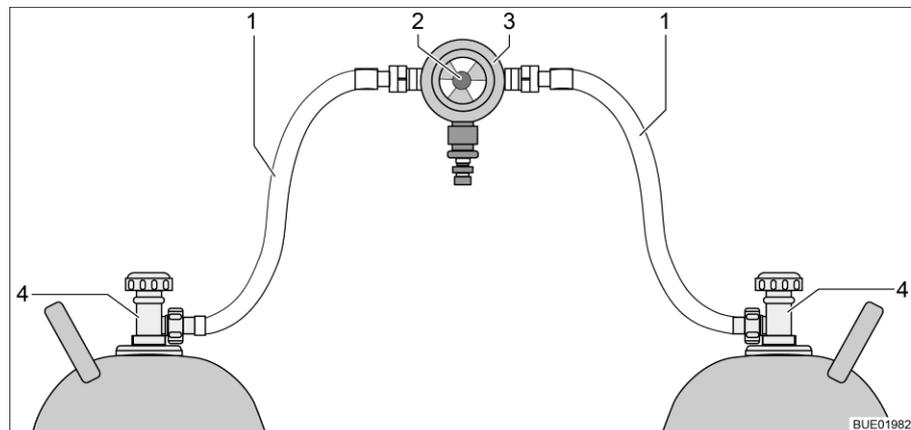
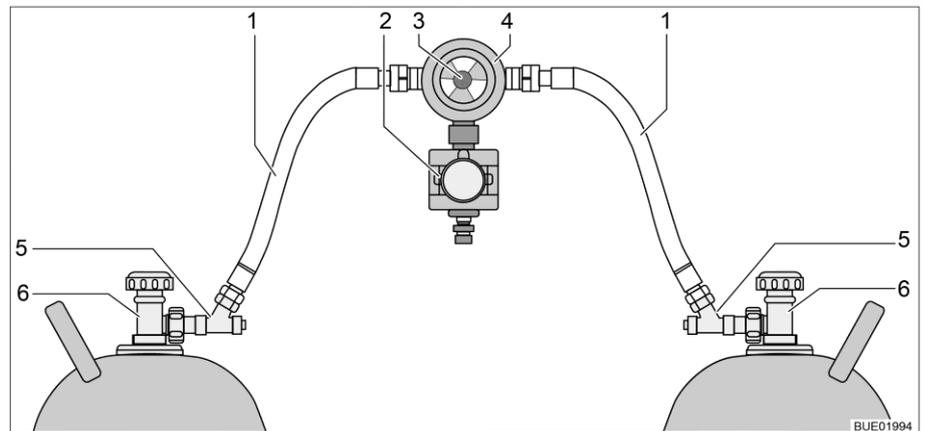

Fig. 173 Instalación de conmutación de bombonas de gas
Fig. 174 Instalación de conmutación de bombonas de gas con CPU
La instalación de conmutación de bombonas de gas consiste de un regulador de presión de gas combinado, con válvula selectora e indicador (Fig. 173,3). La instalación de conmutación de bombonas de gas está montada entre las dos gomas del gas (Fig. 173,1).
La instalación de conmutación de bombonas de gas consiste de un regulador de presión de gas combinado, con válvula selectora e indicador (Fig. 174,4) y una electroválvula (Fig. 174,2). En caso de una frenada a fondo, un accidente o una extrema posición inclinada, la electroválvula bloquea el suministro de gas al vehículo. La instalación de conmutación de bombonas de gas está montada entre las dos gomas del gas (Fig. 174,1) con dispositivos de seguridad en caso de rotura de manguera (Fig. 174,5).
Con el botón giratorio (Fig. 173,2 ó bien Fig. 174,3) en la instalación de conmutación de bombonas de gas se puede determinar cuál de las bombonas de gas se utilizará como bombona de servicio y cuál bombona de gas como bombona de reserva.
En la unidad de mando (Fig. 175) únicamente pueden conmutarse las funciones eléctricas. Las llaves de paso principales de las bombonas de gas (Fig. 173,4 ó bien Fig. 174,6) deben abrirse y cerrarse a mano.
- Abrir las llaves de paso principales en las bombonas de gas (Fig. 173,4 ó bien Fig. 174,6).
- Pulsar los dispositivos de seguridad en caso de rotura de manguera (Fig. 174,5), uno tras otro, por 10 segundos.
- Con el botón giratorio (Fig. 173,2 ó bien Fig. 174,3) en la instalación de conmutación, seleccionar la bombona de gas de la que habrá de tomarse el gas con prioridad (bombona de servicio). Girar el botón giratorio siempre hasta el tope.
- Cerrar las llaves de paso principales en las bombonas de gas (Fig. 173,4 ó Fig. 174,6).